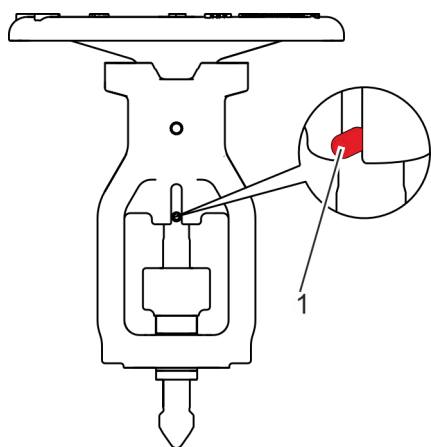

Fig. 25: Retrait du chapeau en étrier
14. ➤ Chasser le dispositif anti-rotation (Fig. 25/1) de la broche au moyen d'un outil de percussion.